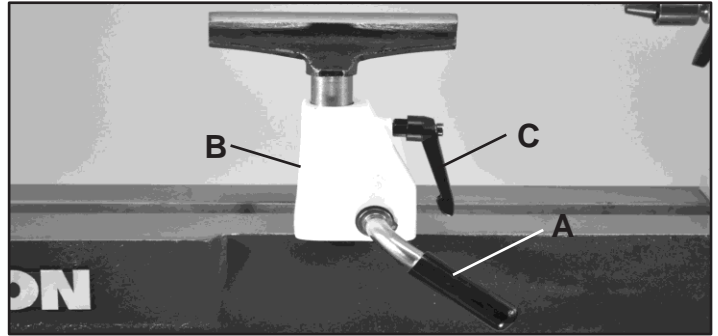

FIG. 4
- 1. MANIJA DE BLOQUEO DE LA BASE DEL SOPORTE DE HERRAMIENTA:** (FIG. 4, A) Esta manija accionada por leva bloquea la base del soporte de herramienta (B) hacia abajo en la bancada. Desbloquee la manija para posicionar el soporte en cualquier lugar a lo largo de la bancada. Apriete la manija cuando el soporte está correctamente situado para torneear la pieza de trabajo seguramente.
- 2. MANIJA DE BLOQUEO DEL SOPORTE DE HERRAMIENTA:** (C) Esta bloquea el soporte de herramienta en posición para sostener sus herramientas mientras torneaa. Desbloquee la manija para ajustar el soporte de la herramienta en un ángulo o altura específico. Apriete la manija cuando esté en la posición deseada.